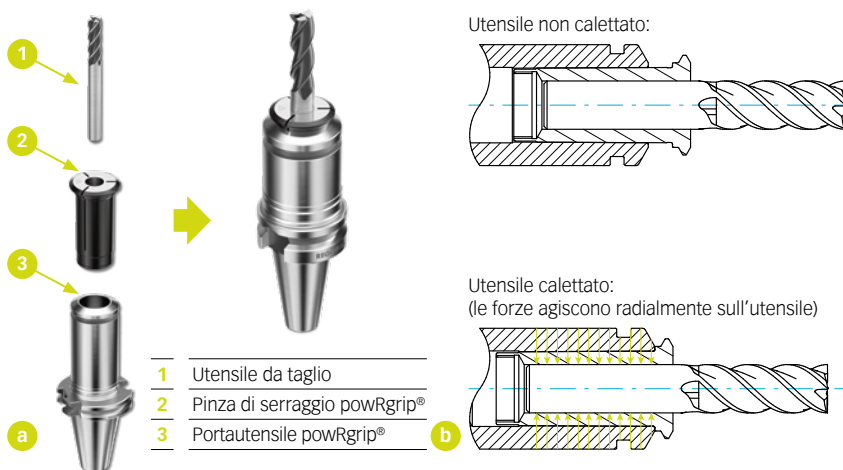

Figura 3.3
► Figura 3.3 (a) [18] mostra i tre componenti del sistema powRgrip®: Portautensile, pinza di serraggio e utensile da taglio, a sinistra non assemblato e a destra calettato. A integrazione di ciò, mostra ► Figura 3.3 (b) [18] una rappresentazione in sezione della zona di serraggio, in alto assemblato e in basso calettato.